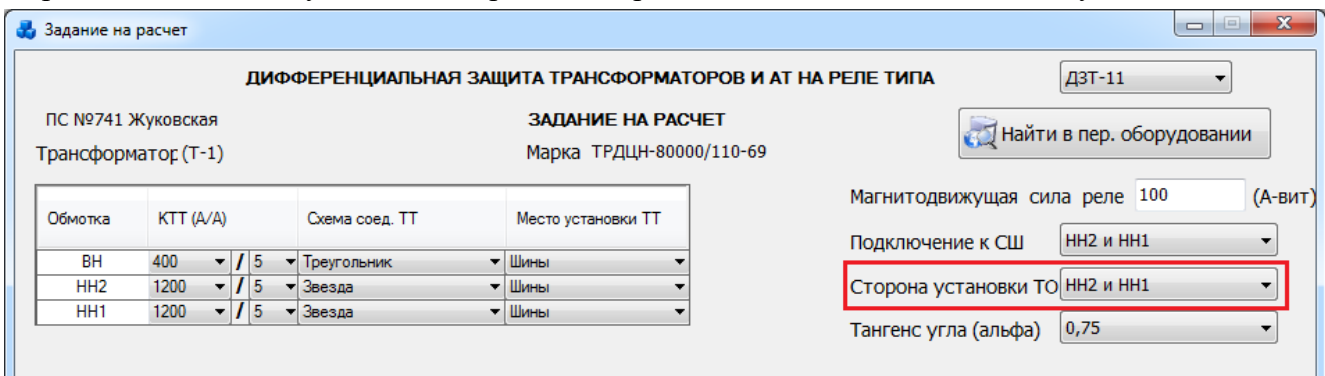

Рисунок 3.9.22
- если ТО присоединена на сумму токов трансформаторов тока, установленных на каждой из расщепленных обмоток (Рисунок 3.9.22), то в этом случае ток срабатывания реле рассчитывается по условию отстройки от броска тока намагничивания (Рисунок 3.9.23);